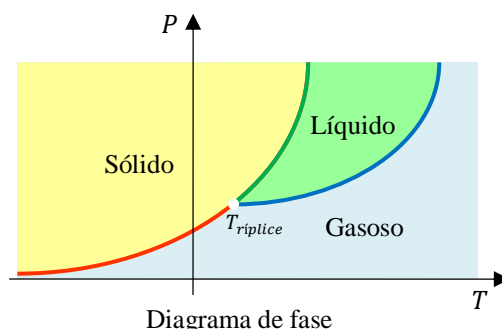

Figura 42
- I. *Curva de sublimação* (linha vermelha do diagrama de fase da figura 42): entre as regiões que representam os estados pertencentes à fase sólida e gasosa. Nos estados sobre essa curva coexiste, em equilíbrio, a fase sólida e gasosa da substância.
- II. *Curva de fusão* (linha verde do diagrama de fase da figura 42): entre as regiões que representam os estados pertencentes à fase sólida e líquida. Nos estados sobre essa curva coexiste, em equilíbrio, a fase sólida e líquida da substância.
- III. *Curva de vaporização* (linha azul do diagrama de fase da figura 42): entre as regiões que representam os estados pertencentes à fase líquida e gasosa. Nos estados sobre essa curva coexiste, em equilíbrio, a fase líquida e gasosa da substância.